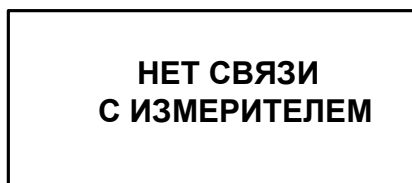

Рис.8. Вид окна индикации отсутствия связи с ПИ.
- 4.3. При сбое связи с измерителем на дисплее вторичника появляется надпись, приведенная на рис.8, а в строке **Связь** меню **Измерения** / **Состояние прибора** появляется сообщение **сбой**.